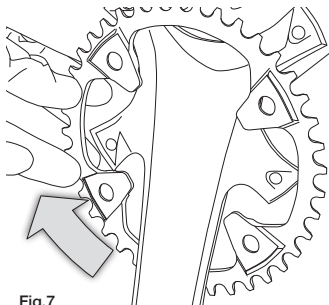

Fig.7
- Gire el plato para poder sacarlo, procurando no rozar el conjunto de platos y bielas (Fig. 7).